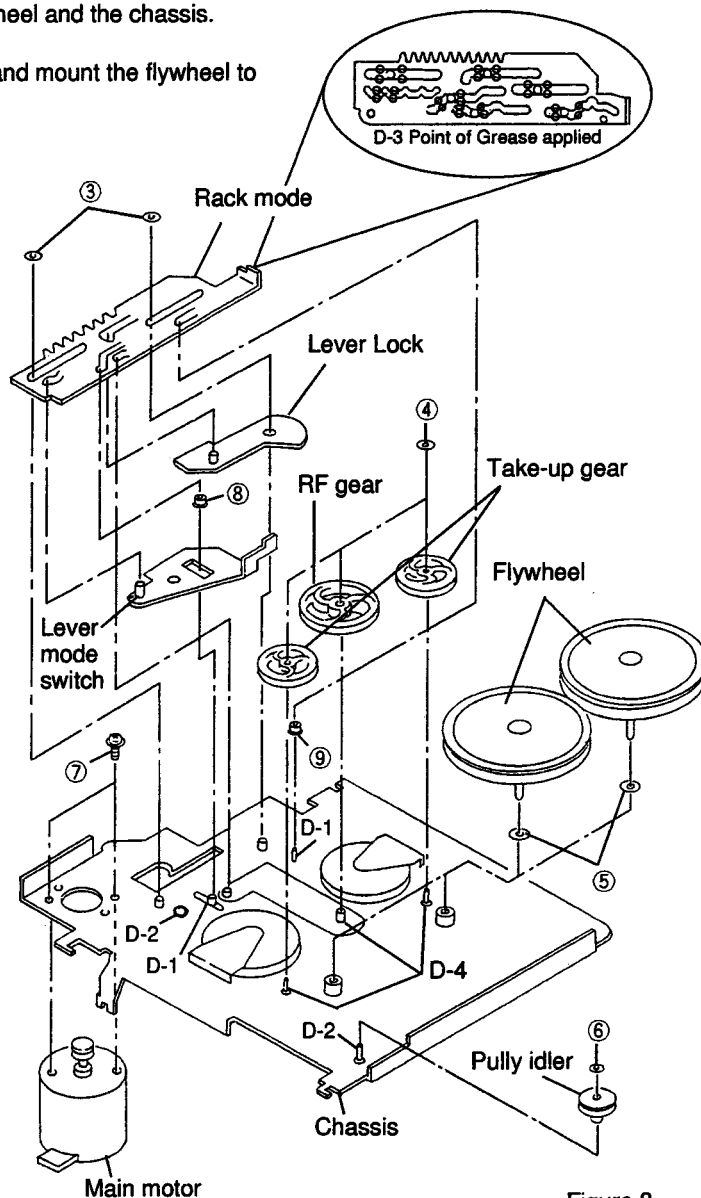

Figure 8
(2) Remove two screws ⑦, and remove the main motor as shown in Figure 8.
(3) Mount the new motor following the removal steps in the reverse order.
(2) 2本のネジ⑦を外し、メインモーターを外します。(図8参照)
(3) 良品のメインモーターを取り外し方法の逆の手順で組み立てます。
(Refer to Figure 8)
(1) ベルトを外した後、2個のフライホイールを引き抜きます。この時フライホイールとシャシーの間にそれぞれ1個のポリスライダワッシャー⑤がありますので紛失しない様に注意して下さい。(図8参照)
(2) 良品のフライホイールにポリスライダワッシャーを取り付け、シャシーに取り付けます。
(1) Remove M1.7 lock washer ③, and remove the rack mode as shown in Figure 8.
(2) Apply the molykote G paste to the section D-3, and mount the rack mode following the removal steps in the reverse order.
② Do not reuse the used lock washer for remounting.
③ Take care to avoid damage by piercing and tearing.
(1) 2個のロックワッシャー③ (M1.7) を外し、シャシーより引き抜き、ラックモードを外します。(図8参照)
(2) 良品のラックモードのD-3部分にモリコートGペーストを塗布し、取り外しの逆の手順で取り付けます。
- (1) After removing the rack mode, remove the lever lock and lever mode switch. (Refer to Figure 8)
- (2) Pull it up from the stud and remove the two roller mode ⑧, ⑨ as shown in Figure 8.
- (3) Apply the molykote G paste to the section D-1, the grease (PG-671) to the section D-2 and mount the roller mode/lever mode switch/lever lock following the removal steps in the reverse order.
- NOTE : ① Check to see the roller mode is inserted without fail.
- (1) ラックモードを外した後、レバーロック、レバーモードスイッチの順に引き抜きます。(図8参照)
- (2) 2個のローラーモード⑧、⑨をスタートより引き抜きます。(図8参照)
- (3) D-1部分にモリコートGペースト、D-2部分にグリス(PG-671)を塗布し、取り外し方の逆の手順で取り付けます。
- [注意] ① ローラーモードの挿入忘れがないこと。
- (1) Remove M1.2 lock washer ④, pull it up from the stud and remove the gear as shown in Figure 8.
- (2) Mount it, following the removal steps in the reverse order.
- (1) ロックワッシャー④ (M1.2) を外し、スタートより引き抜きギアを外します。(図8参照)
- (2) 取り外し方の逆の手順で取り付けます。
- (1) 2個のロックワッシャー④ (M1.2) を外し、スタートより引き抜きギアを外します。(図8参照)